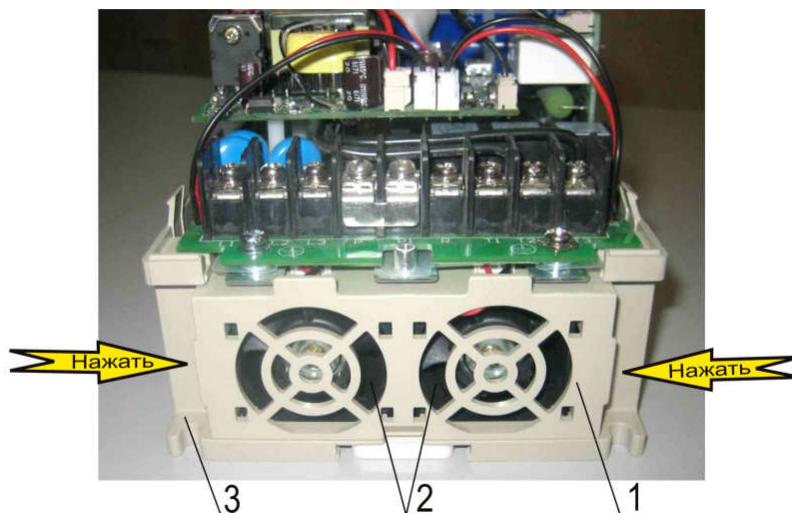

Рис. 6.6
6.5.1. Нажать на фиксаторы, вынуть панель (1) вентиляторов (2) из основания корпуса (3) (рис. 6.6).